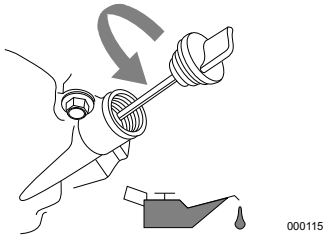

Figura 4-1. Llenado de aceite del motor
3. Consulte la **Figura 4-1**. Retire la tapa de llenado de aceite y limpie la varilla del nivel.